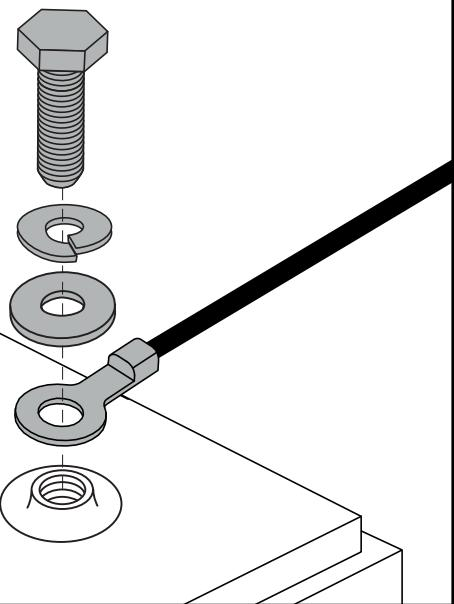

Figura 11. Bulloneria terminale batteria
4. Collegare i cavi delle batterie dai terminali portando indietro gli involucri dei terminali e svitando il dado dal bullone. **Vedere figura 11.**
NOTA: Alcuni scooter sono dotati di distanziatori installati per fissare le batterie. Potrebbe essere necessario rimuovere i distanziatori per conservarli in un luogo sicuro fino alla sostituzione delle batterie nello scooter. **Vedere la figura 11.**